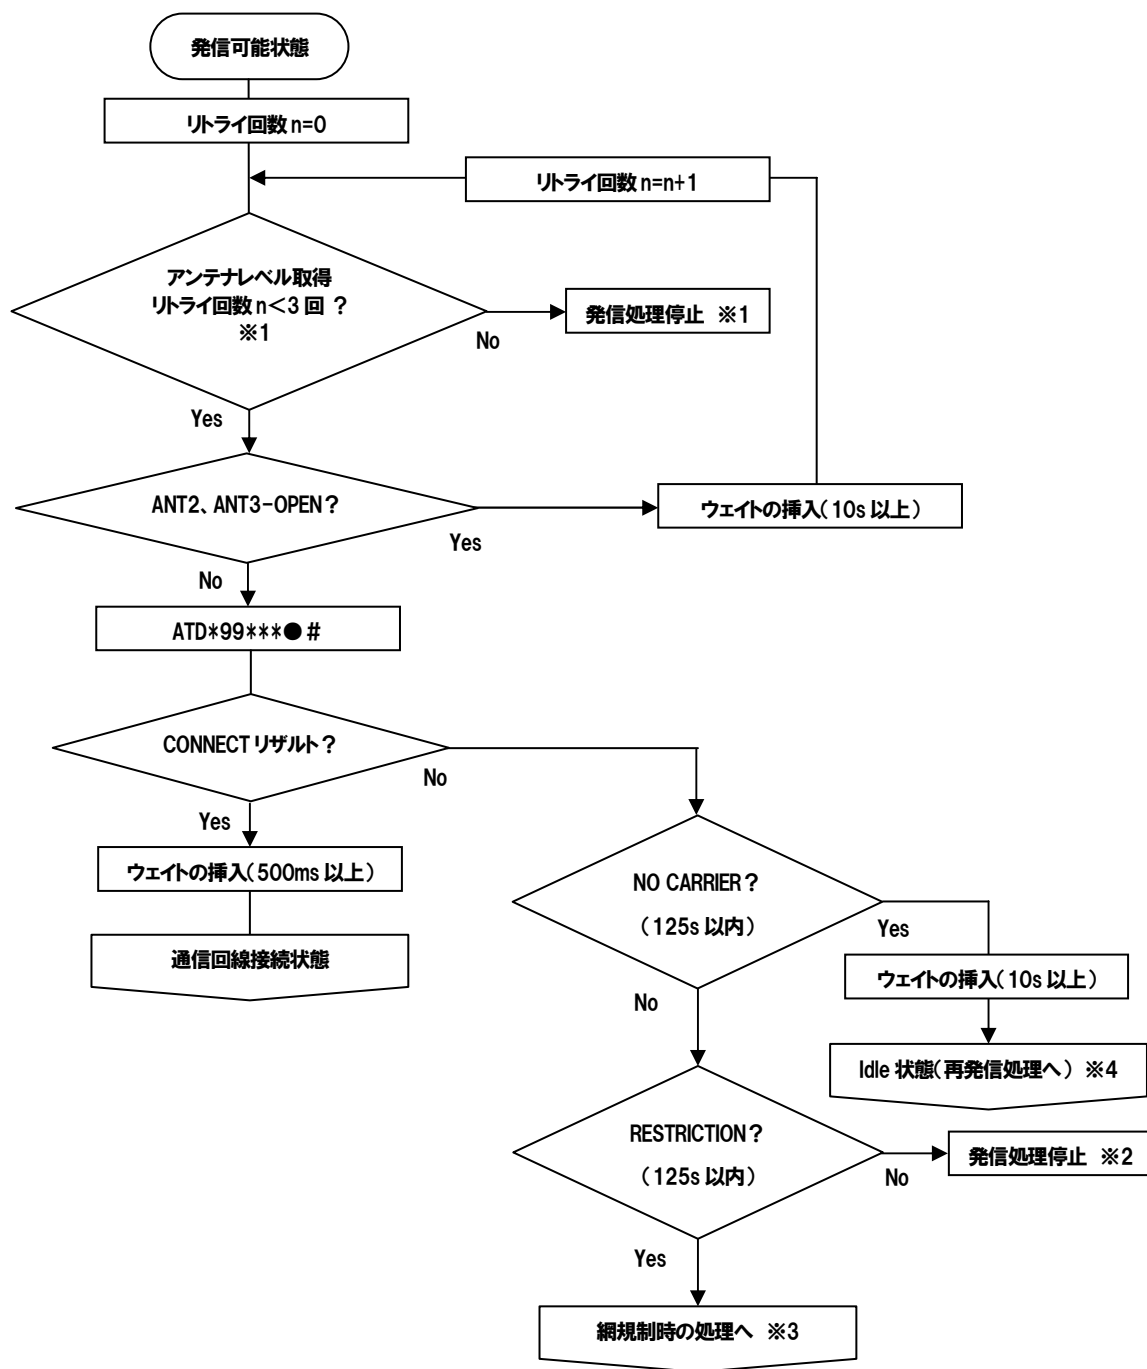

図.3-7 ATD コマンドによる発信処理
- ※4: 「図 3-7 ATD コマンドによる発信処理」の開始へ戻り、再発信を行ってください。2 回以上再発信しても『NO CARRIER』が応答されてしまう場合は、発信処理を停止し、各種設定の見直しを行ってください。設定に不備が無い場合は、AT\*DHWRST によるハードウェアリセットを実行し、再度発信処理を実行してください。